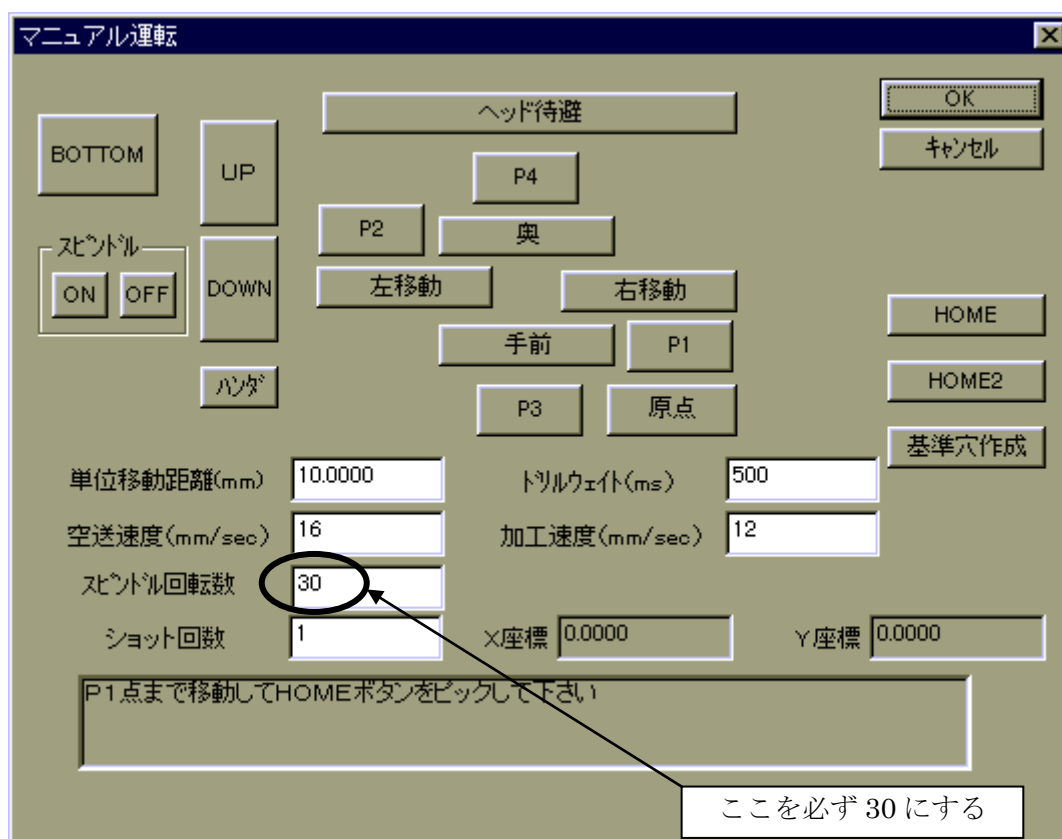

図3. 8 「マニュアル運転」
(9) 図3. 8の「マニュアル運転」のまま、画面、加工機の両方を見ながら、基盤のなるべく端に移動して、加工上不要な領域でドリルの高さ調整を行う。位置あわせのボックスで「スピンドル」をONにするとドリルが回転を始めるので、右隣にある「DOWN」ボタンを押し、ヘッドを下げる。「DOWN」ボタンの上にある「UP」ボタンを押すとドリルが上がるので針やシャープペンシルの芯の先などで深さをみて、高さを調節する。高さがちょうどよくなったら「OK」ボタンを押す。